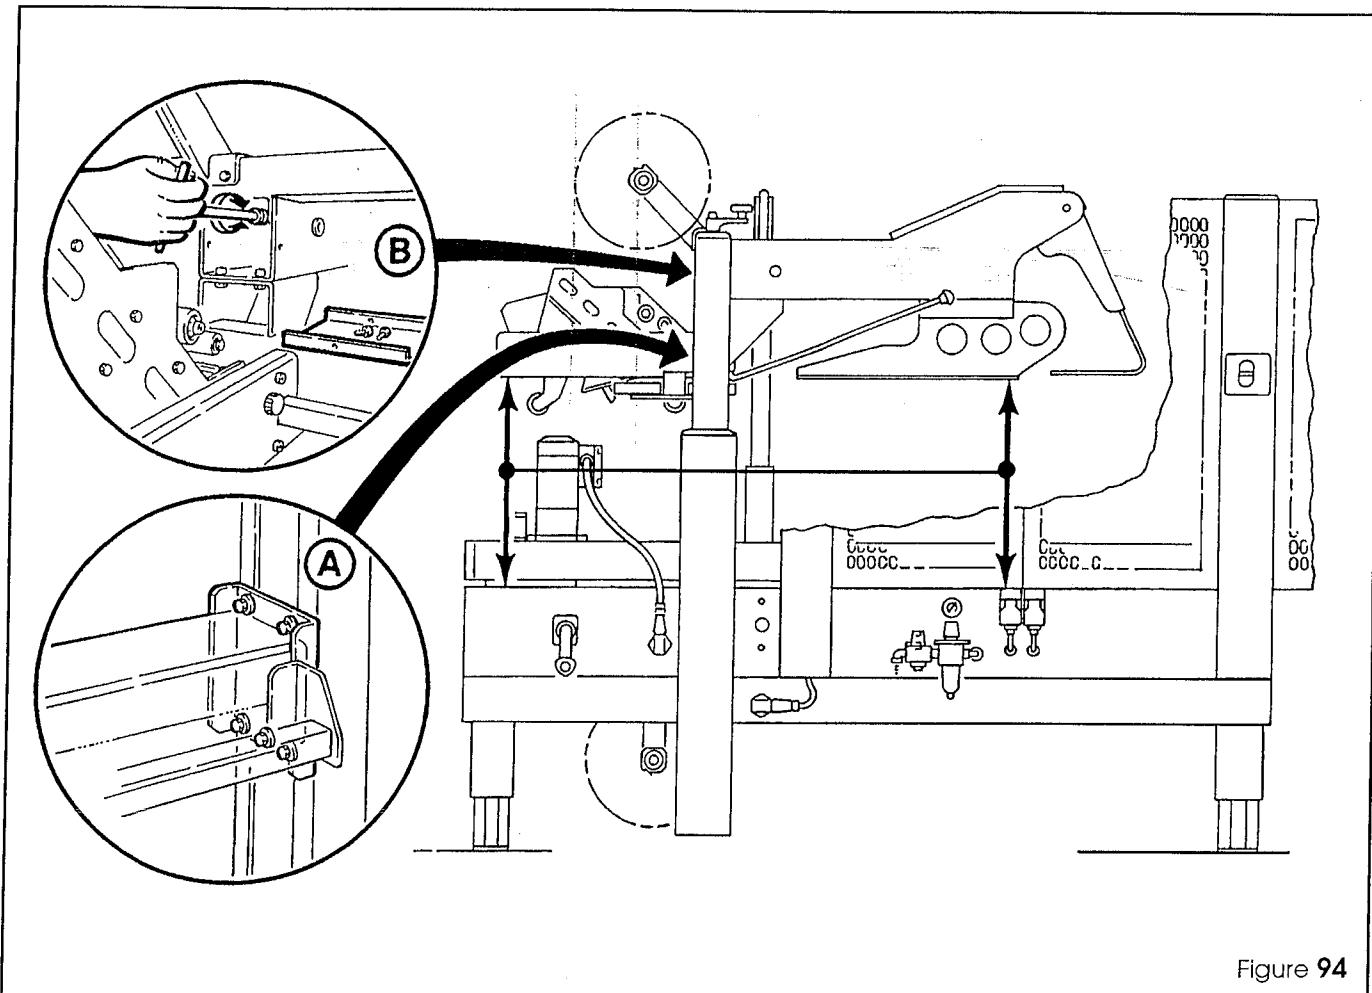

Figure 94
- Mesurer la distance entre l'extrémité d'évacuation de l'assemblage de la tête supérieure et du mécanisme de pliage du rabat au tapis de la machine, comme indiqué sur la Figure 94. L'assemblage supérieur doit être à niveau avec une marge  $\pm 1,5$  mm.
- Abstand zwischen Maschinenbett und oberem Beklebekopf am Maschinenausgang muss mit der Distanz zwischen Maschinenbett und Stirnklappeninfalter übereinstimmen (siehe Figure 94)